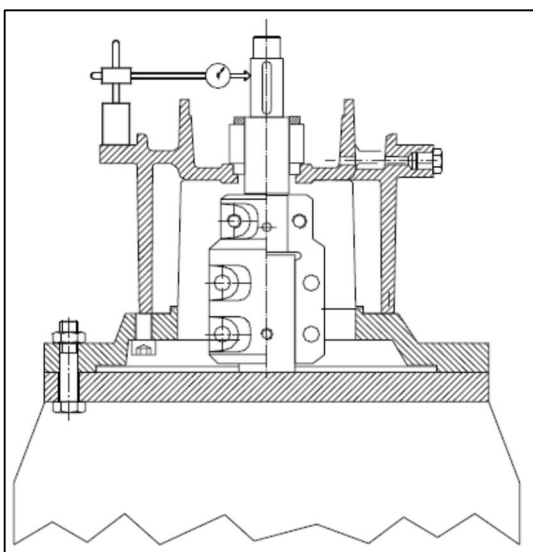

Abbildung 10: Rundlauf der Pumpenwelle prüfen
- Rundlauf der Pumpenwelle relativ zum Gehäuse prüfen (→ Abbildung 10, S. 20).